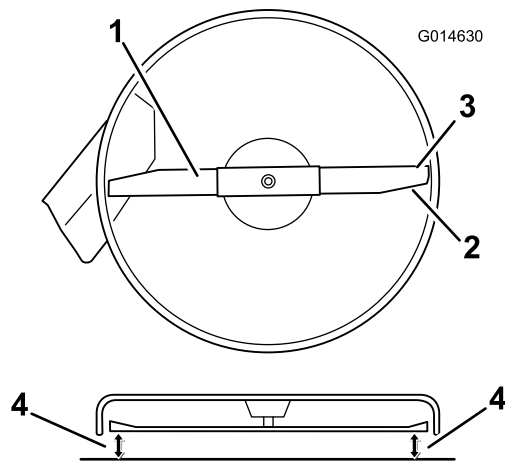

**Bild 48**
- Überprüfen Sie die Auswuchtung des Schnittmessers auf einer Ausgleichsmaschine (Bild 48). Wenn das Schnittmesser in seiner horizontalen Position bleibt, ist es ausgewuchtet und kann wiederverwendet werden. Feilen Sie, wenn das Schnittmesser nicht ausgewuchtet ist, vom Flügelbereich des Messers etwas Metall ab (Bild 47). Wiederholen Sie diesen Vorgang, bis das Messer ausgewuchtet ist.